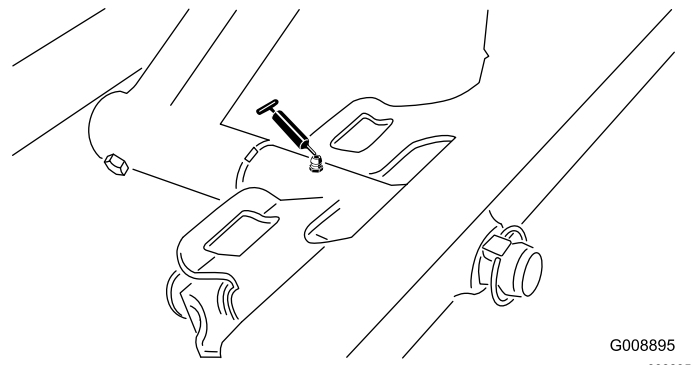

Bild 57
- Drehbüchsen am Frontmähwerk (Bild 57)